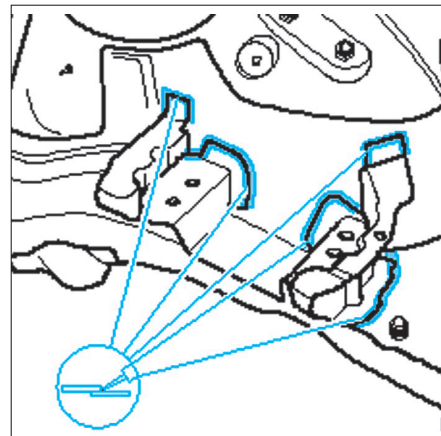

FIG. 10
- Une fois les opérations de finition, d'étanchéité et de prévention contre la corrosion effectuée, appliquer un produit d'étanchéité tel que du mastic sur le contour de l'insert (Fig.10).